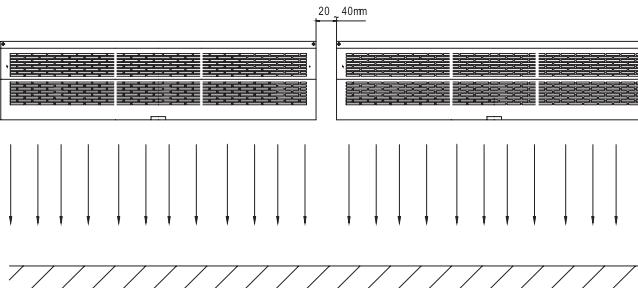

Рис. 4 – Установка нескольких завес над одним проемом
7.1.5 При установке нескольких завес над одним проемом, расстояние между ними должно быть 20-40мм (рис.4).